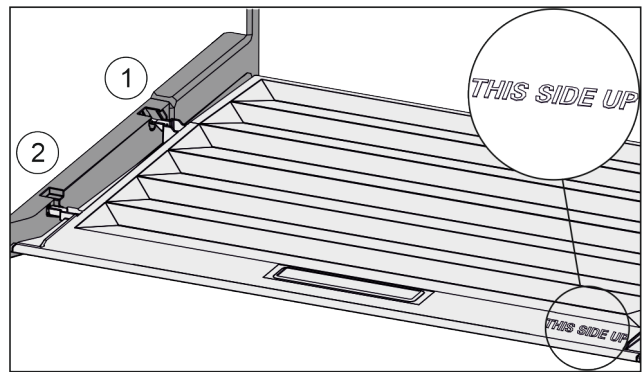

Fig. 108
- ▶ Вставить поперечные ребра крышки через отверстие заднего держателя *Fig. 108 (1)* и защелкнуть спереди в держателе *Fig. 108 (2)*.